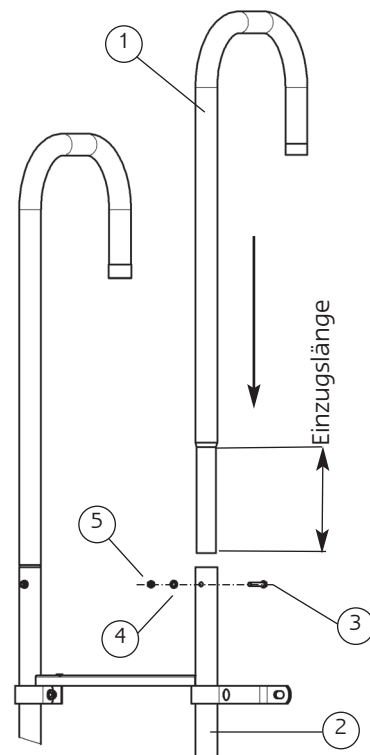

Abb. 1
**2.1 Holmbügel mit kurzem Schenkel (Abb. 1)**